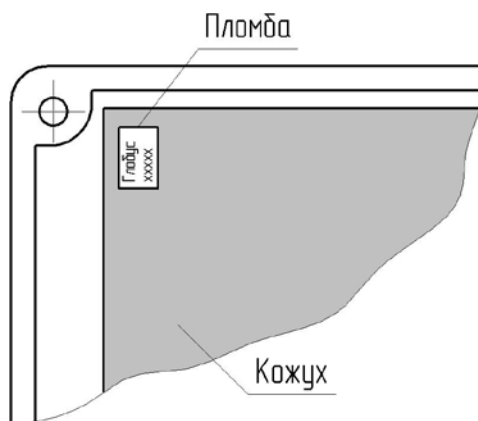

Рис. 1. Место установки пломбы на кожухе, закрывающем плату электронного блока расходомера
1.6.11 Электронная плата «ВР-100» (внутри блока) пломбируется номерной самоклеящейся пломбой типа ПС (рис. 1).